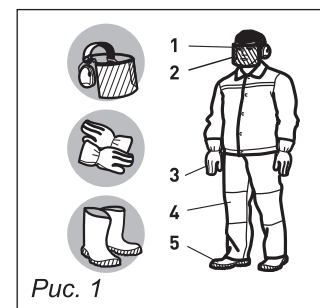

Рис. 1
1. Носите прочную рабочую одежду с длинными рукавами, прочные тонкие перчатки, прочную нескользящую рабочую обувь, защитную каску и щиток (рис. 1).